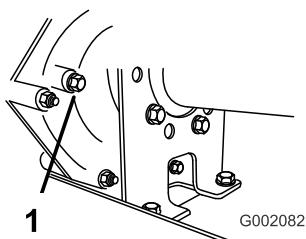

Figura 46
2. Rimuovete il bullone dal foro indicatore di livello (Figura 46).